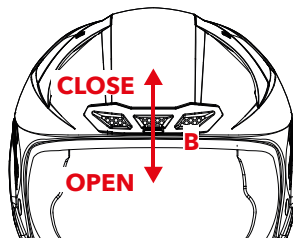

FIGURA 5
PRESA D'ARIA FRONTALE – B – Figura 5
- Figura 5: spostare il cursore centrale verso l'alto per chiudere la presa d'aria, spostare verso il basso per aprire la presa d'aria.